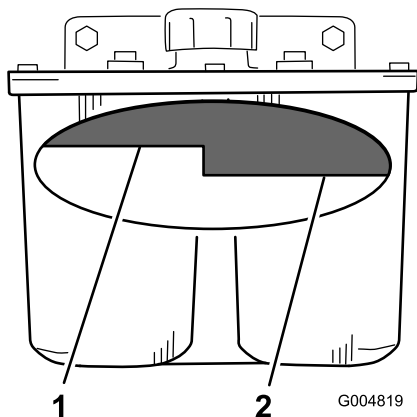

Figura 95
3. Limpie la zona alrededor del cuello de llenado del depósito de aceite hidráulico (Figura 95).
4. Retire el tapón del cuello de llenado y mire dentro para ver si hay fluido en el depósito (Figura 95).
Nota: El nivel de fluido debe llegar a la parte superior del nivel caliente del tabique cuando el fluido está caliente (Figura 95).